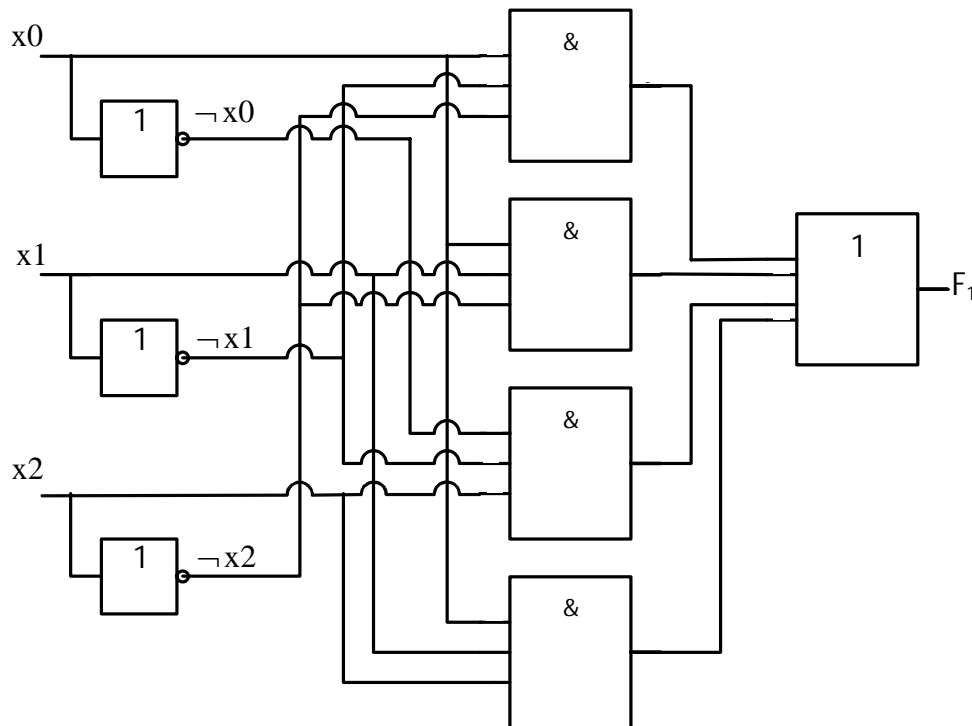

Рис. 1.11. Логічна схема, яка реалізує функцію  $F_1(x_2, x_1, x_0)$
З вигляду функції  $F_1(x_2, x_1, x_0)$  легко побачити, що для її реалізації необхідно використати один 4-входовий диз'юнктор, чотири 3-входових кон'юнктори та три інвертори. Починають створювати схему переважно з виходу, тобто справа. Вхідні сигнали завжди подаються зліва. Схема, яка реалізує функцію  $F_1(x_2, x_1, x_0)$ , наведена на рис. 1.11.
28. На підставі функції  $F_1(x_2, x_1, x_0)$  синтезуйте логічну схему подібно до схеми на рис. 1.11 і введіть її в робочу область. Імена вхідних сигналів, елементів, вихідного сигналу доповніть своїм ідентифікатором. Для сигналу  $x_2$  використайте цифровий генератор з такими параметрами як генератор <id>G1, для сигналу  $x_1$  - як генератор <id>G2, а для сигналу  $x_0$  частота має бути в чотири рази більшою за  $f$ . На виході схеми поставте пробник напруги (елементу на виході присвойте ім'я <id>F1).